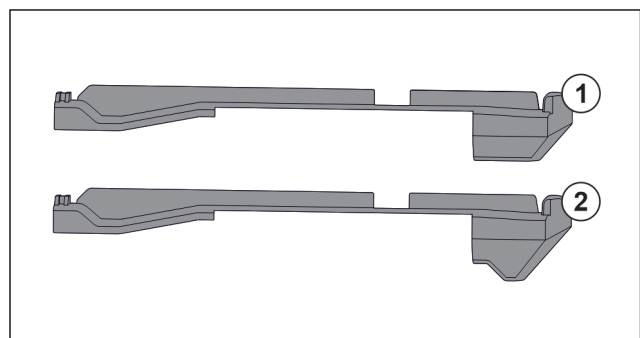

Fig. 78 Vergelijking van de insteekeslementen
In het apparaat bevinden zich twee verschillende insteekeslementen. Het insteekeslement boven de onderste lade Fig. 78 (2) heeft een driehoekige rand. Alle overige insteekeslementen Fig. 78 (1) hebben een rechte rand.
- ▶ Insteekeslement Fig. 78 (2) met de driehoekige rand boven de onderste lade aanbrengen.
- ▶ Insteekelement *Fig. 78 (1)* met rechte rand op alle overige plekken aanbrengen.